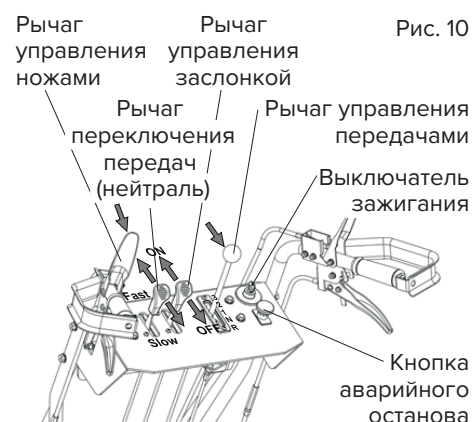

Рис. 10
2. Переведите рычаг переключения передач в положение N (нейтраль) (рис. 10).
4. Переместите рычаг управления заслонкой в положение  (I||, если двигатель уже прогрет) (рис. 10).
1. Остановите ножи, отпустив левый рычаг управления ножами (рис. 10)
1. Переведите рычаг переключения передач на необходимую передачу (рис. 10).
1. Переведите рычаг переключения передач в нейтральное положение N (рис. 10)